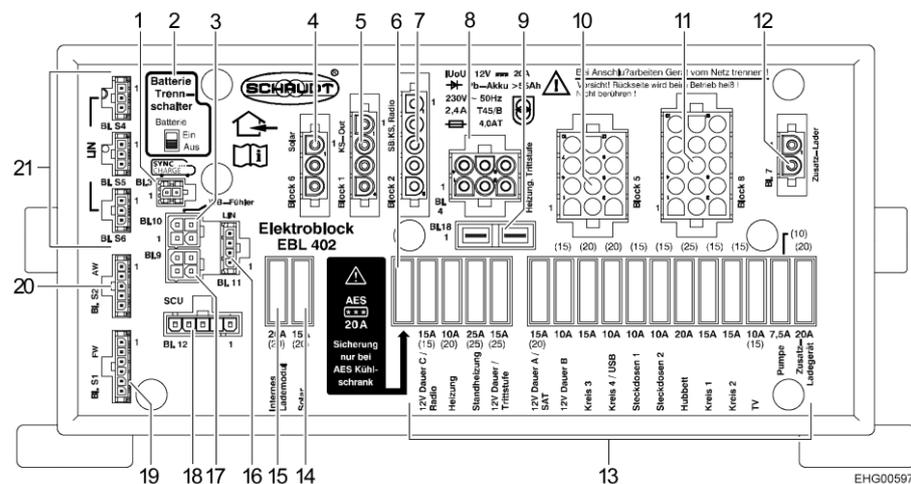

Bild 145 Elektroblok (EBL 402)
- Batterie-Trennschalter (Bild 145,2) am Elektroblock EBL 402 in Stellung "Aus" schieben.
- Batterie-Trennschalter (Bild 145,2) am Elektroblock EBL 402 in Stellung "Ein" schieben.